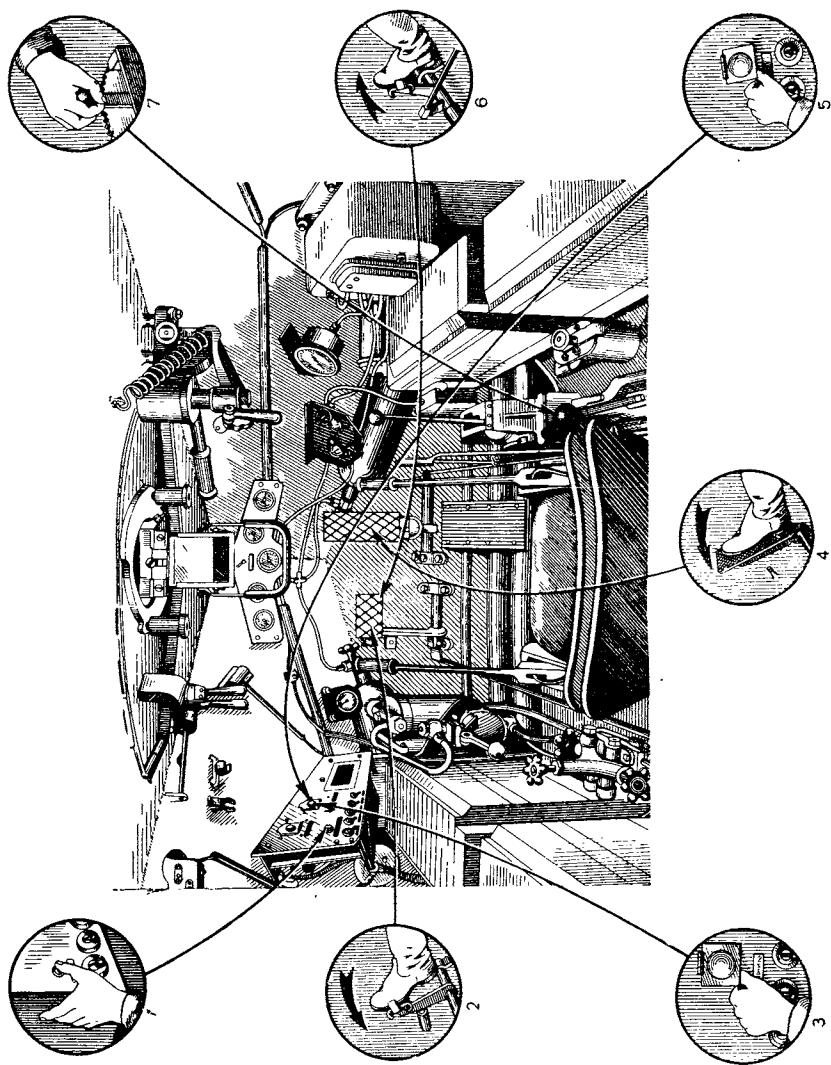

Рис. 268. Порядок запуска двигателя
- дать предупредительный сигнал (позиция 1) (рис. 268);